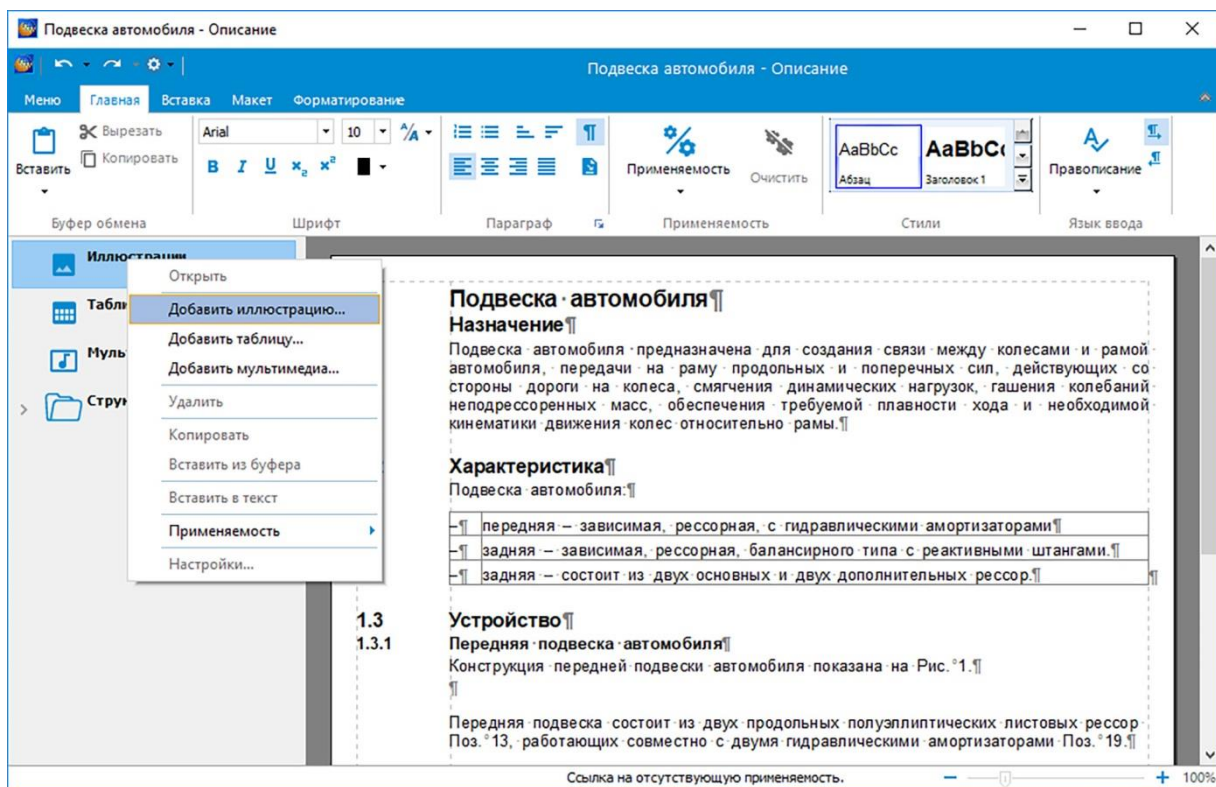

Рисунок 217
2) В левой части окна редактора щелкните правой кнопкой мыши по названию объекта **Иллюстрации**. В контекстном меню выберите команду **Добавить иллюстрацию** (рисунок 217).